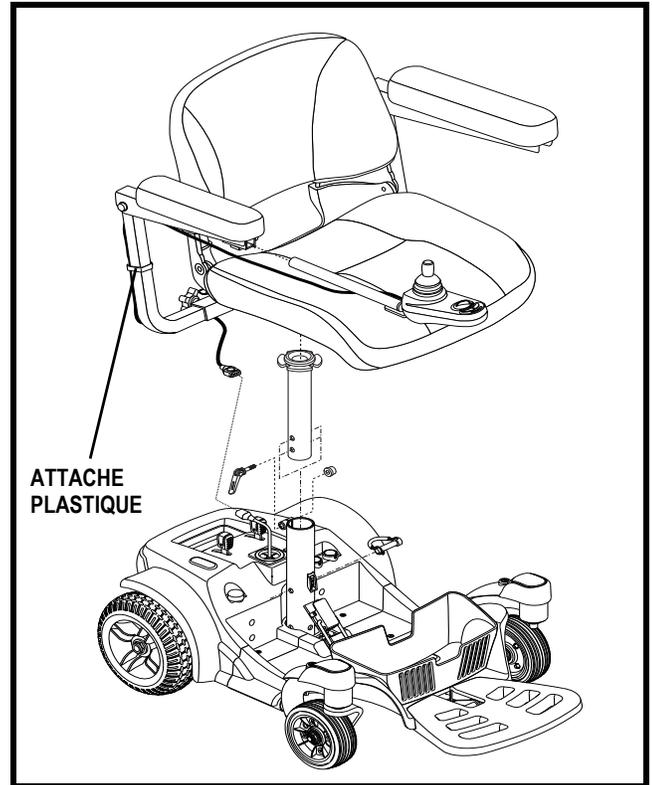

Figure 9. Installation du siège
2. Placez le siège sur le mât. **Voir la figure 9.**
5. Branchez les connecteurs du contrôleur et du XLR dans la base motorisée. **Voir la figure 9.**
6. Fixez les câbles sous l'accoudoir à l'aide d'attaches en plastique. **Voir la figure 9.**